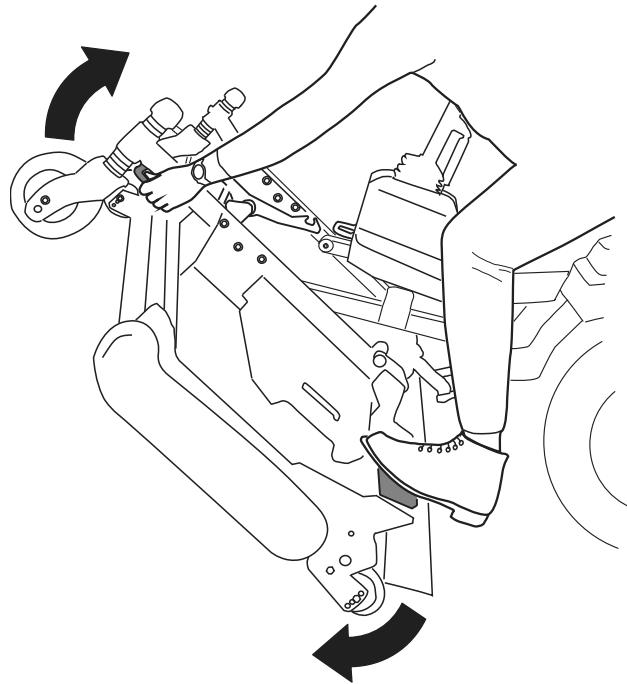
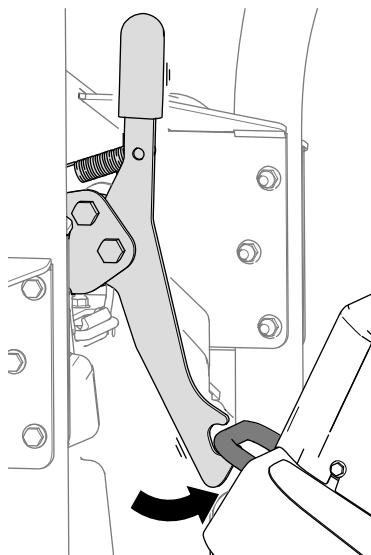
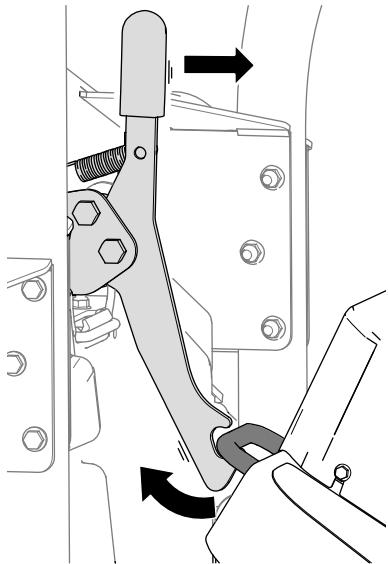

Figure 32
Figure 33
Figure 34
5. Tournez l'unité de coupe (Figure 32) de sorte que le verrou s'enclenche sur l'anneau d'arrimage (Figure 33).
1. Dégarez le verrou de l'unité de coupe de l'anneau d'arrimage (Figure 34) en faisant pivoter l'unité de coupe vers l'avant (voir Figure 32) et en tirant la poignée de verrouillage vers l'avant.